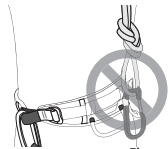

Figure 8
- ▲ For those harnesses having a rear haul loop and/or Ice Clipper slots on the waistbelt, do not use these features for anchoring, rappelling or tying in (Figure 8).
- ▲ Pour les harnais munis d'une boucle de hissage à l'arrière et/ou d'emplacements pour Ice Clipper sur la ceinture : ne pas utiliser ces caractéristiques pour l'amarrage, le rappel ou l'encordement (Figure 8).